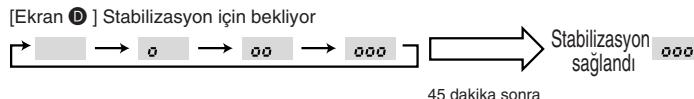

Fig. 8-3
③ Ayarı onaylamak için **FILTER** (↔) düğmesine basın. (Fig. 8-3)